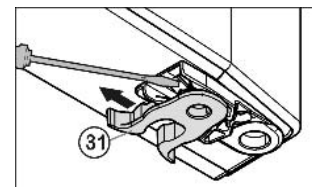

Fig. 6
- Pružinovou svorku Fig. 6 (31) přesadit: Stisknutím zářezku pro uchycení, přesto stáhněte pružinovou svorku.